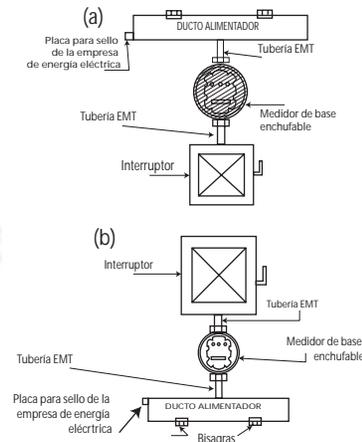

Figura No. 5. Conexión de la base con el ducto alimentador.
• Las bases para medidores deben ser conectadas mediante tubo metálico EMT al ducto o panel para medidores, debiendo ser el tubo adecuado para la base y de materiales resistentes a la corrosión. (Ver Figura No. 5 a y b).